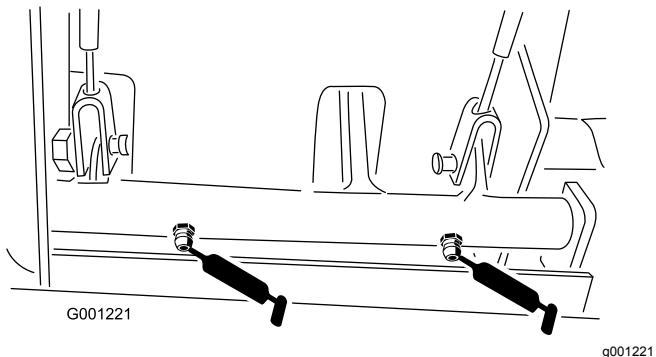

Figura 38
- Casquilhos da articulação dos travões (Figura 38)
- Cabos dos travões (rodas e extremidades dos pedais dos travões) (Figura 38)